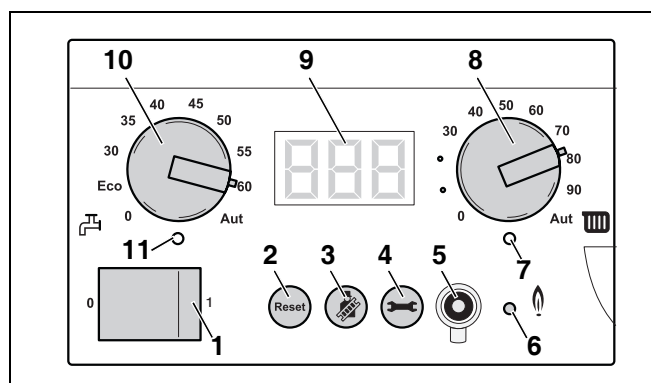

Fig. 93 Basiscontroller BC10
- Med drejeknappen "Indstilling af varmtvandstemperatur" (fig. 93, **pos. 10**) fastsættes den ønskede temperatur for det varme vand i varmtvandsbeholderen (se tab. 17).